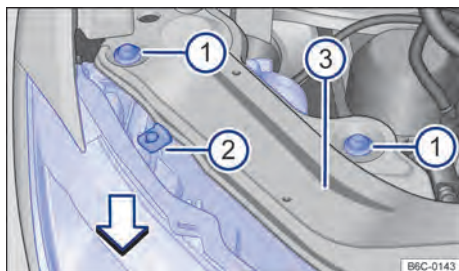

Fig. 162 No compartimento do motor: parafusos de fixação do farol dianteiro.
- Remover os parafusos de fixação → Fig. 162 ❶ com o auxílio de uma chave torx.
- Mover o farol para frente, no sentido da seta → Fig. 162, até que os dois cliques da parte inferior desencaixem e possibilite a remoção do farol.
- Desencaixar o conector de alimentação, para remover totalmente o farol → ❶.
- Recolocar o farol cuidadosamente até que os dois cliques inferiores encaixem e o batente superior → Fig. 162 ❷ encoste no suporte do farol ❸.
- Recolocar os parafusos de fixação ❶ na carcaça do farol.
- Pressionar o farol contra o batente central superior ❷ e apertar os parafusos ❶ com a chave torx.